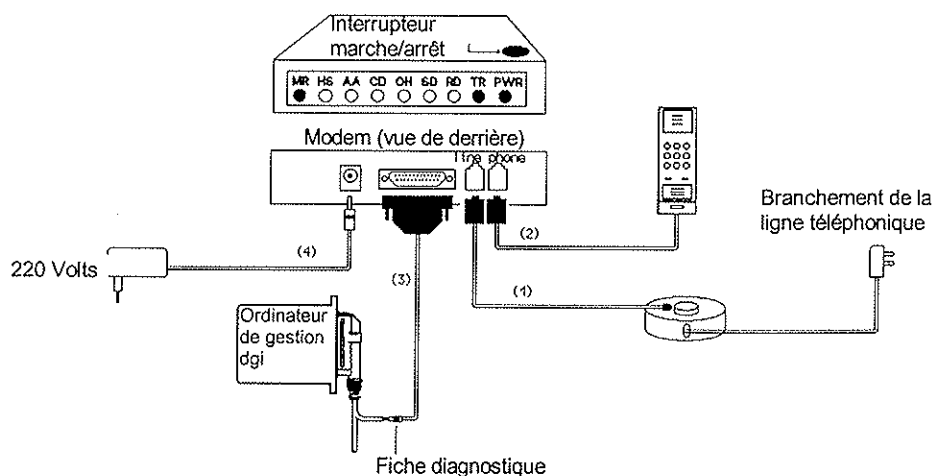

figure 5-4: les branchements du modem
Pour réaliser la communication par modem le modem doit être branché selon le schéma dans la figure 5-4 à l'aide des points ci-dessous
- Les câbles de jonction dans la coffre de diagnostic ont déjà été branchés sur le côté arrière du modem selon la figure 5-4.
- L'autre côté du câble est branché sur le connecteur-D à 25 pôles du modem (voir figure 5-4).
Pour la communication par modem il faut que le modem soit branché selon la figure 5-4:
- Vérifiez si le téléphone et la ligne téléphonique ont été branchés correctement sur le modem (voir figure 5-4).